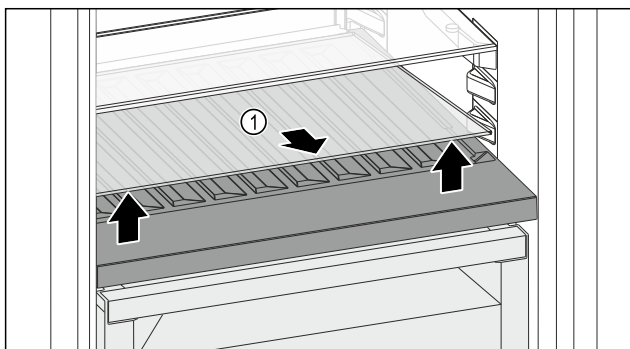

Fig. 98
- ▶ Podignite staklenu ploču Fig. 98 (1) na otvoru sprijeda i izvadite je.
- ▶ Čuvajte staklenu ploču Fig. 98 (1) na sigurnom izvan uređaja.